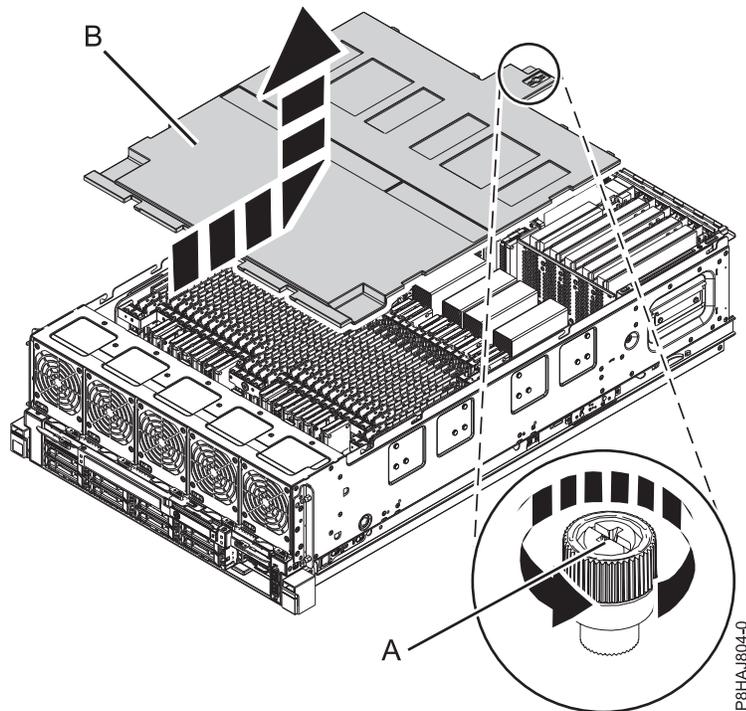

Abbildung 12. Sicherheitsabdeckung ausbauen
2. Lösen Sie die Rändelschraube (A) an der Rückseite der Abdeckung, indem Sie sie in die in Abb. 12 auf Seite 35 gezeigte Richtung drehen.
3. Schieben Sie die Sicherheitsabdeckung (B) zur Rückseite des Systems. Wenn sich die Vorderseite der Abdeckung von der oberen Rahmenleiste gelöst hat, heben Sie die Abdeckung an und vom System ab.